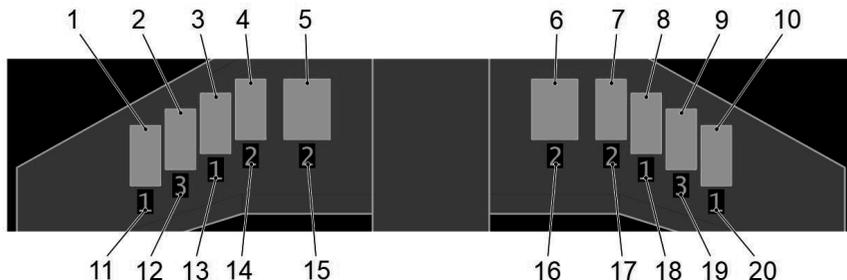

Рисунок 17. Индикация состояния и положения интерцепторов и воздушных тормозов
Индикация состояния и положения интерцепторов и воздушных тормозов на странице FCS приведена на рис. 17.
Таблица 11. Условные обозначения к рис. 17:
- индикаторы секций воздушного тормоза [5] Рис. 17, [6] Рис. 17 отображаются в пяти вариантах:
- индикаторы интерцепторов [1] Рис. 17, [2] Рис. 17, [3] Рис. 17, [4] Рис. 17, [7] Рис. 17, [8] Рис. 17, [9] Рис. 17, [10] Рис. 17 отображаются в пяти вариантах:
- индикаторы гидросистем [11] Рис. 17, [13] Рис. 17, [18] Рис. 17, [20] Рис. 17, [14] Рис. 17, [15] Рис. 9, [16] Рис. 17, [17] Рис. 17, [12] Рис. 17, [19] Рис. 17 отображаются в трех вариантах: